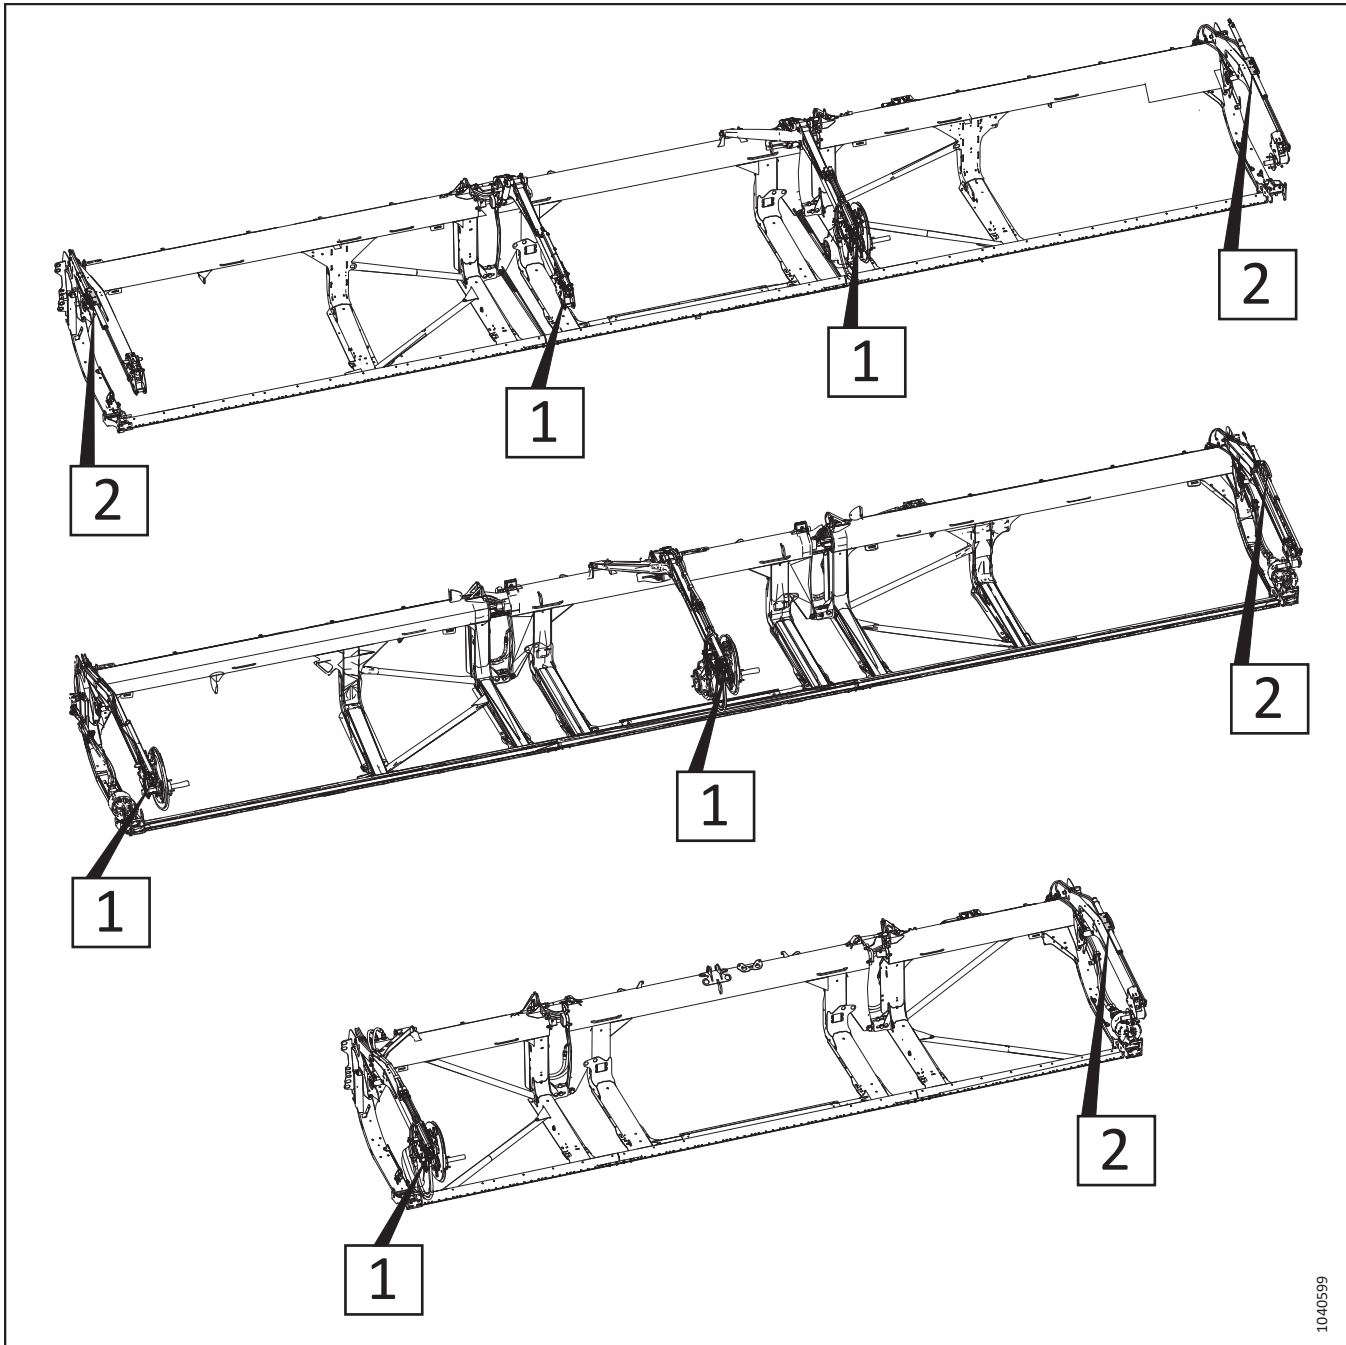

Figure 3.197: Vérins avant-arrière réglables – Numéros de référence des procédures
5. Consultez la figure 3.197, page 180 pour trouver les procédures de réglage des vérins avant-arrière adaptées à votre type de plateforme. Le numéro sur l'illustration se rapporte à l'une des procédures suivantes :